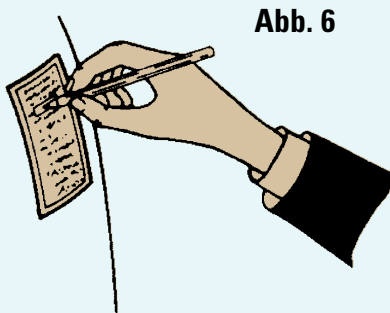

Abb. 6
4. Der erste exakte Filter-Betriebsdruck ist dabei auf dem Etikett zu notieren, s. Abb. 6.